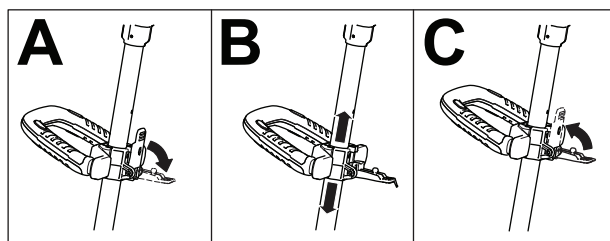

Figure 12
- Déverrouillez le verrou de la poignée auxiliaire (encadré A de la Figure 12).
- Élevez ou abaissez la poignée auxiliaire à la hauteur voulue (encadré B de la Figure 12).
- Refermez le verrou de la poignée auxiliaire pour la fixer en place (encadré C de la Figure 12).